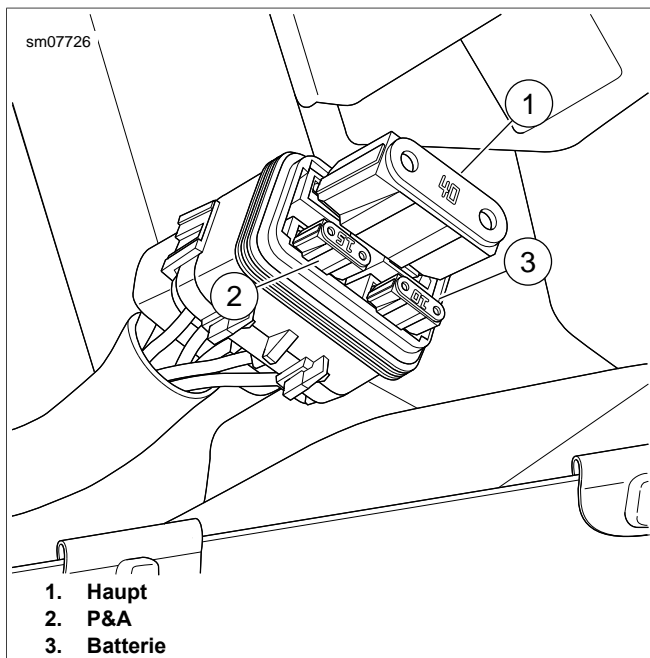

Abbildung 66. Sicherungen
5. Siehe Abbildung 66. Die fehlerverdächtige Sicherung ausbauen.
- a. Hauptsicherung (1)
- b. P&A (Nebenverbraucher) (2)
- c. Batterie (3)